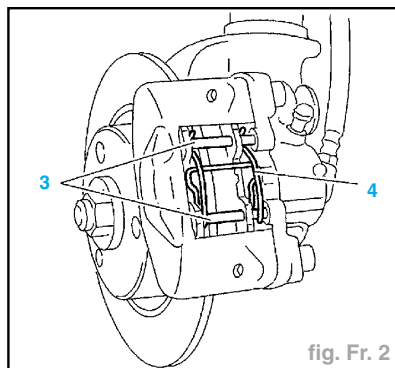

fig. Fr. 2
- Déposer (fig. Fr. 2) :
- les axes (3),
- le ressort (4).